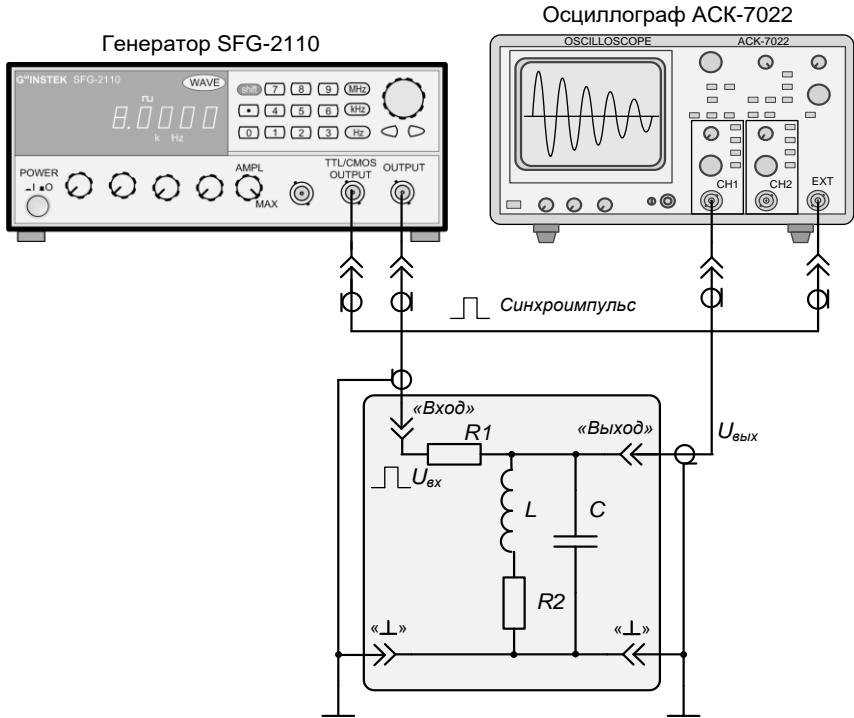

Рис. 401.3. Схема подключения измерительных приборов
Для исследования затухающих колебаний используется схема, представленная на рис. 401.3.
1. **Собрать** экспериментальную установку по схеме (рис. 401.3). Установка состоит из электронного осциллографа АСК-7022, функционального генератора SFG2110, выдающего прямоугольные
11. Кнопкой «**SOURCE**» (ВЫБОР ИСТОЧНИКА СИГНАЛА СИНХРОНИЗАЦИИ) **выбрать** режим «**EXT**» (ВНЕШНЯЯ СИНХРОНИЗАЦИЯ). В этом режиме сигнал синхронизации будет поступать через разъём «**EXT TRIG**» (ВНЕШНЯЯ СИНХРОНИЗАЦИЯ) с разъёма «**OUTPUT TTL/CMOS**» (ВЫХОД TTL/CMOS) генератора **SFG2110** (рис. 401.3). Достоинством внешней синхронизации является то, что стабильность осциллограммы не зависит от формы исследуемого сигнала и его амплитуды. Кнопкой «**SOURCE**» можно также выбирать и другие источники сигнала синхронизации (от Канала 1, от Канала 2 или от напряжения сети), но они в данной работе не используются.